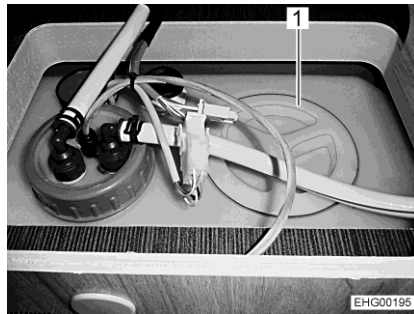

Fig. 175 Ouverture de nettoyage (réservoir d'eau)
- Enlever le couvercle de fermeture (Fig. 175,1) du réservoir d'eau.